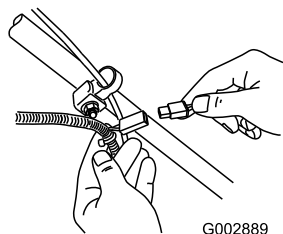

Bild 49
1. Schließen Sie das Ladegerät an den Kabelbaum des Rasenmähers an, der sich unter dem Zündschloss befindet (Bild 49).